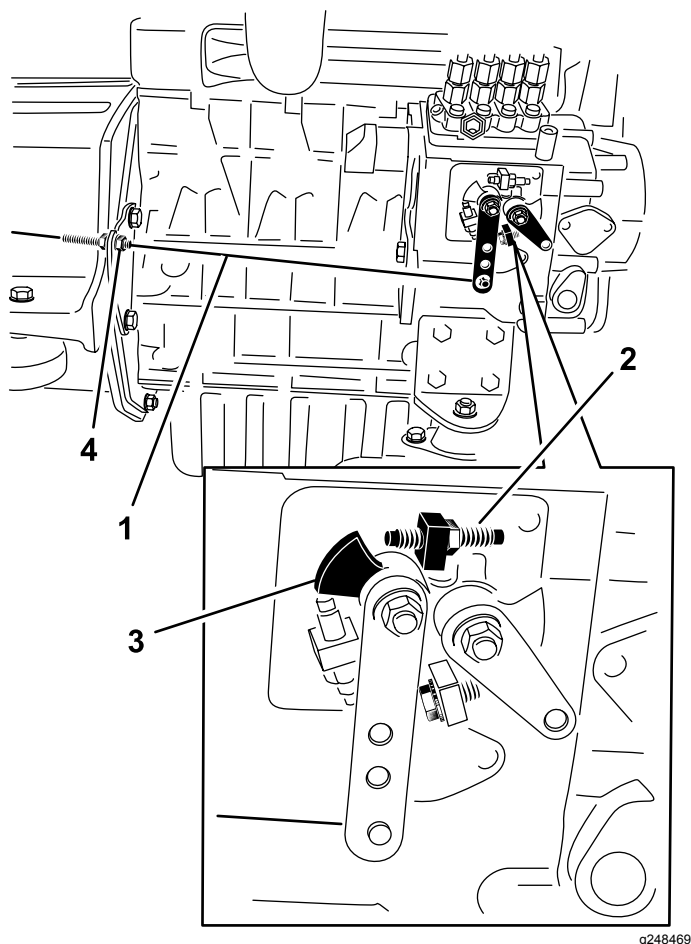

Figure 33
2. Vérifiez la position du levier de commande de régime sur la pompe d'injection. Le levier de commande de régime doit toucher la vis de haut régime lorsque la commande d'accélérateur est en position HAUT RÉGIME (verrouillage) (Figure 33).
3. Au besoin, réglez la position des écrous de blocage du câble de commande d'accélérateur jusqu'à ce que le levier de commande de régime touche la vis de haut régime lorsqu'il est en position HAUT RÉGIME (verrouillage) (Figure 33).